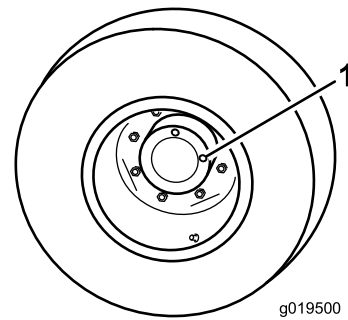

Figura 89
1. Com a máquina numa superfície plana, posicione a roda de forma a que 1 tampão de verificação fique na posição das 12 horas e o outro na das 3 horas (Figura 89).
2. Retire o tampão da posição das 3 horas (Figura 89).